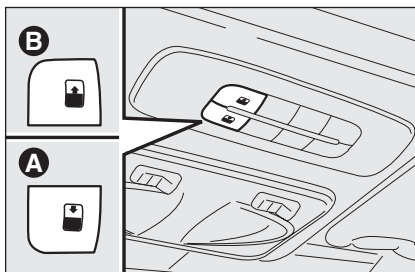
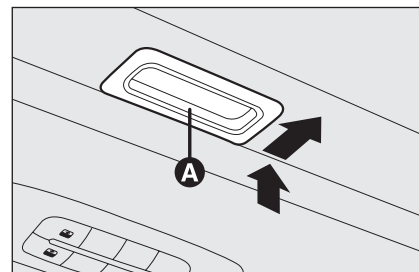

fig. 78
fig. 79
Le toit ouvrant a une grande surface et il est formé de deux panneaux en verre dont l'un est fixe et l'autre peut bouger; ils sont pourvus de deux rideaux pare-soleil (avant et arrière) dont le mouvement est manuel. Les rideaux peuvent être utilisés dans les positions "tout fermé" et "tout ouvert" (ils n'ont aucune position fixe intermédiaire). Pour ouvrir les rideaux: saisir la poignée **A-fig. 79**, la dégager et l'accompagner en suivant le sens indiqué par les flèches jusqu'à la position "tout ouvert". Pour les fermer, suivre le procédé inverse. Le fonctionnement du toit ouvrant se produit uniquement si la clé de contact est en position **MAR**. Les commandes **A-B fig. 78** placées sur la planche dédiée près du plafonnier avant, activent les fonctions d'ouverture/fermeture du toit ouvrant.
Appuyer sur le bouton **B-fig. 78** et garder la pression, le panneau en verre avant se déplacera dans la position "spoiler"; appuyer de nouveau sur le bouton **B-fig. 78** et, en agissant sur la commande pendant plus d'une demie seconde, s'active le mouvement de la vitre du toit qui poursuit automatiquement jusqu'à l'arrêt; la vitre du toit peut être arrêtée dans une position intermédiaire en agissant de nouveau sur le bouton.
A partir de la position de toit complètement ouvert, appuyer sur le bouton **A-fig. 78** et si l'on agit sur le bouton pendant plus d'une demie seconde, la vitre avant du toit se déplacera automatiquement dans la position "spoiler"; en agissant de nouveau sur le bouton, la vitre du toit s'arrête dans une position intermédiaire; appuyer de nouveau sur le bouton **A-fig. 78** et garder la pression jusqu'à la fermeture complète du panneau.
- appuyer sur le bouton **A-fig. 79** en position de fermeture;